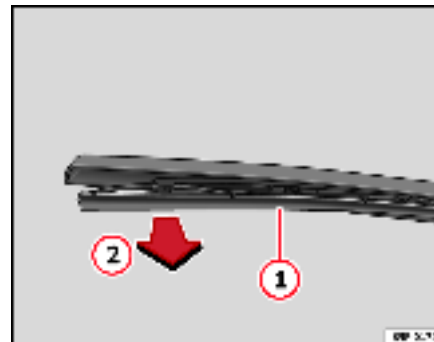

Fig. 169 Remplacement du balai d'essuie-glace arrière
⇒ fig. 169.
- Déboîtez le balai (1) et tirez dessus (2) ⇒ fig. 169.